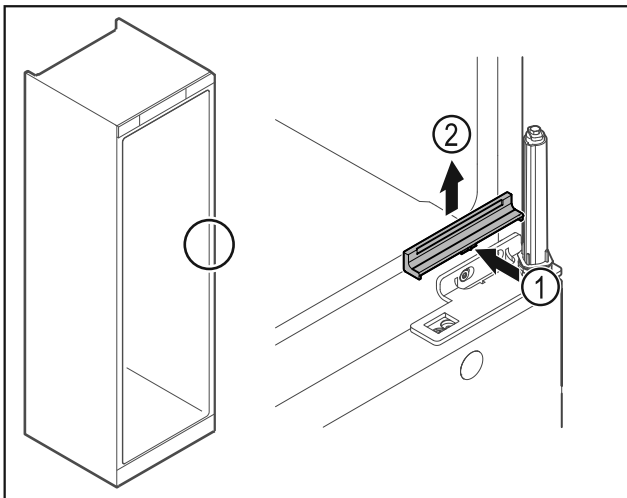

Fig. 26
- ▶ Šiek tiek įspauskite dengiamąją plokštelę Fig. 26 (1) viduryje ir nuimkite į viršų Fig. 26 (2).